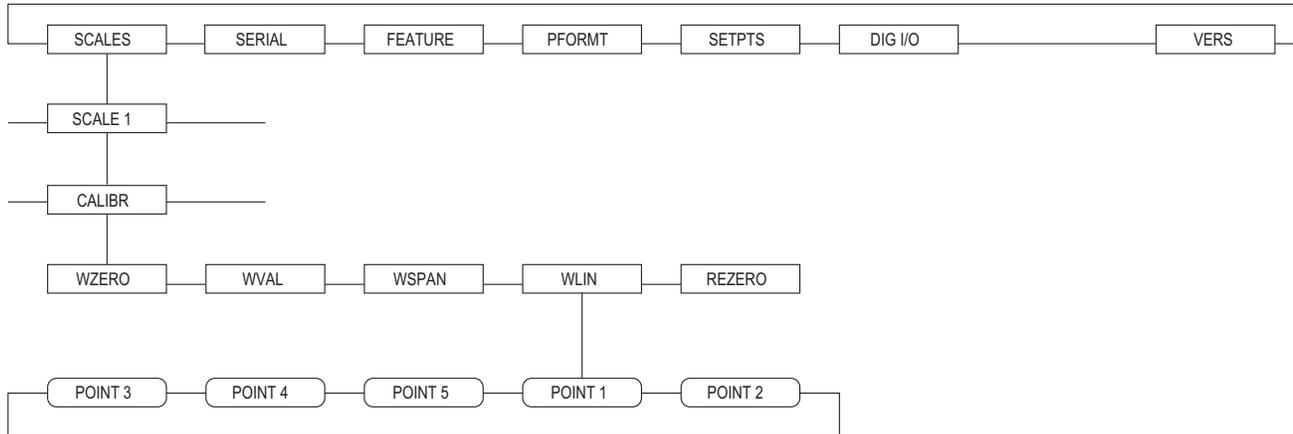

Figure 6. Calibration (CALIBR) Menu
4. Press  again (*GRADS* parameter highlighted), then press  to highlight the *CALIBR* submenu (Figure 6).